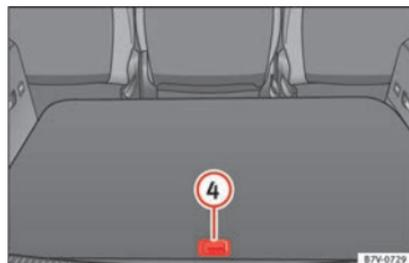

Fig. 187 Autres rangements dans le plancher du coffre.
Ouvrir le rangement arrière » fig. 187 ④ :	▷ Levez la partie arrière du plancher du coffre grâce à la poignée.